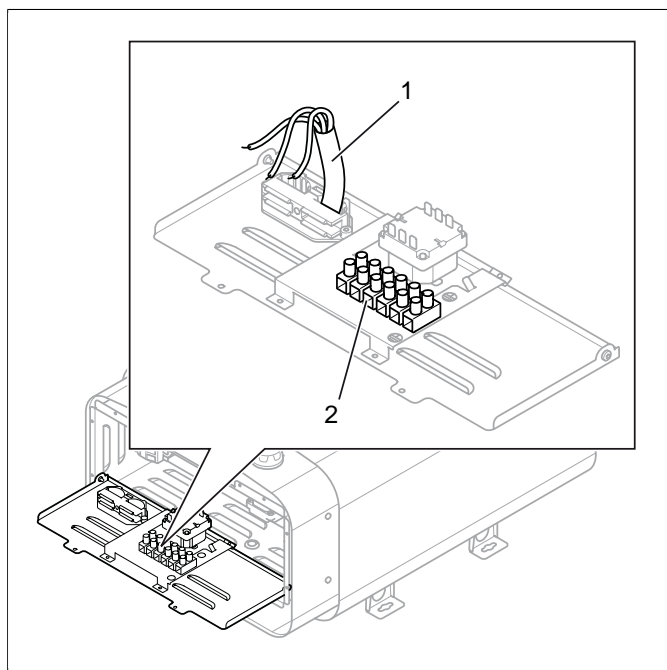

Рисунок 6: Монтажная плата
Подключите провод (1) к соединению (2) (см. **Рисунок 6**, страница 4) согласно схеме соединений (см. Раздел **Подключение/Схема соединений**, страница 6).